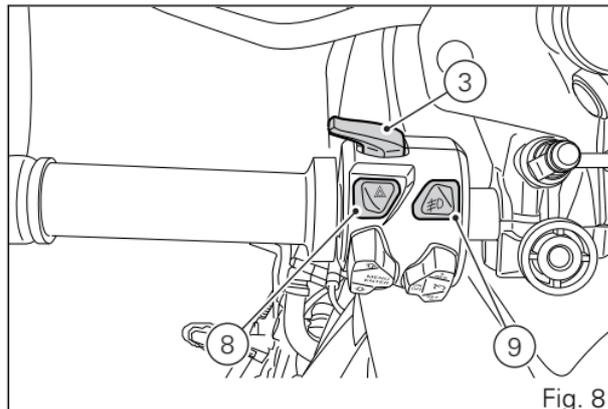

Fig. 8
3) HIGH-BEAM/FLASH BUTTON (FLASH) (Fig. 8)